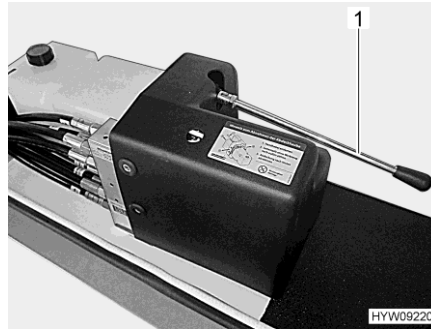

Fig. 44 Palanca (manejo de emergencia)
- Plegar el apoyo de elevación con la bomba manual. Para ello, bombear con la palanca (Fig. 44,1) hasta que el apoyo de elevación esté plegada.